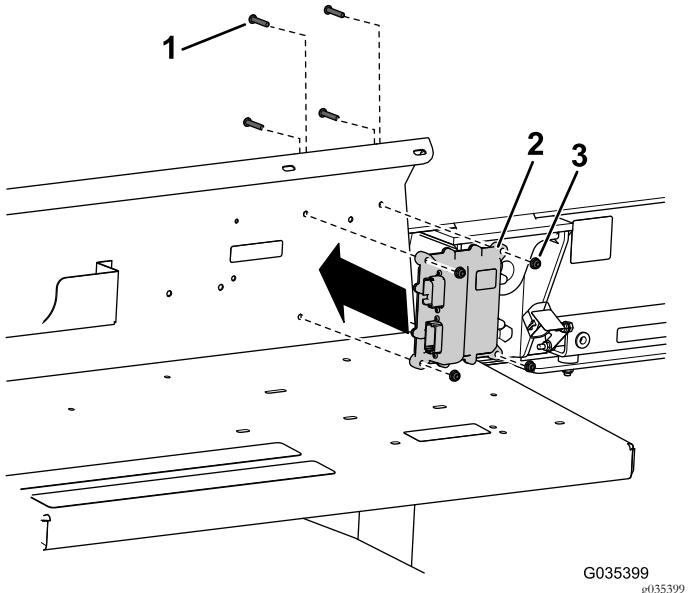

Figura 6
3. Montate il controller sulla protezione del paraurti con 4 viti a testa cilindrica ($\frac{1}{4}''$ x $1\frac{1}{4}''$) e 4 dadi ($\frac{1}{4}''$) come illustrato nella Figura 6.
Importante: Assicuratevi di montare le viti nella direzione corretta; fate riferimento a Figura 6. Se le viti sono montate nella direzione errata, la tramoggia le colpirà quando viene abbassata.